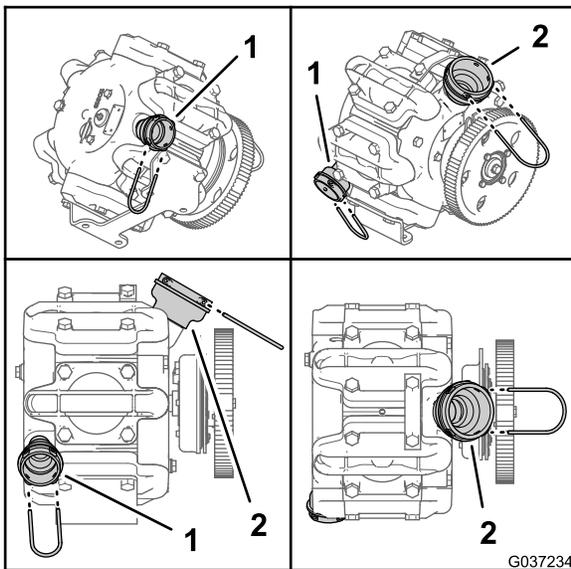
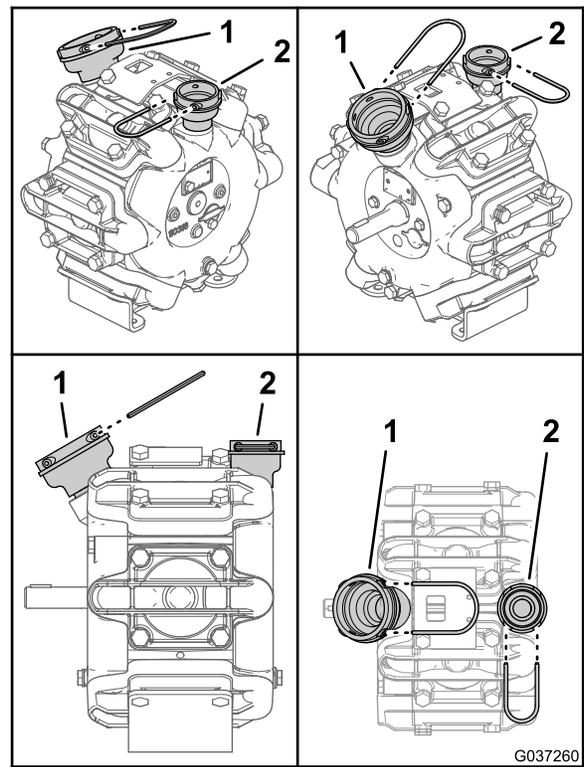

Figure 2
Figure 3
1. Après avoir déposé l'ancienne pompe de pulvérisation de la machine, notez la position de l'étrier de fixation et des douilles des raccords des orifices de pression ; voir la Figure 2 ou la Figure 3.
2. Notez la position de l'étrier de fixation et des douilles des raccords des orifices d'alimentation ; voir la Figure 2 ou la Figure 3.
5. Serrez le raccord à la main jusqu'à ce que les douilles de maintien soient alignées comme elles l'étaient sur l'ancienne pompe, ainsi que vous l'avez noté à l'opération 2 de 2 Identification de la position des raccords de la pompe de pulvérisation \(page 1\) ; voir Figure 2 ou Figure 3.
7. Serrez le raccord à la main jusqu'à ce que les douilles de maintien soient alignées comme elles l'étaient sur l'ancienne pompe, ainsi que vous l'avez noté à l'opération 1 de 2 Identification de la position des raccords de la pompe de pulvérisation \(page 1\) ; voir Figure 2 ou Figure 3.